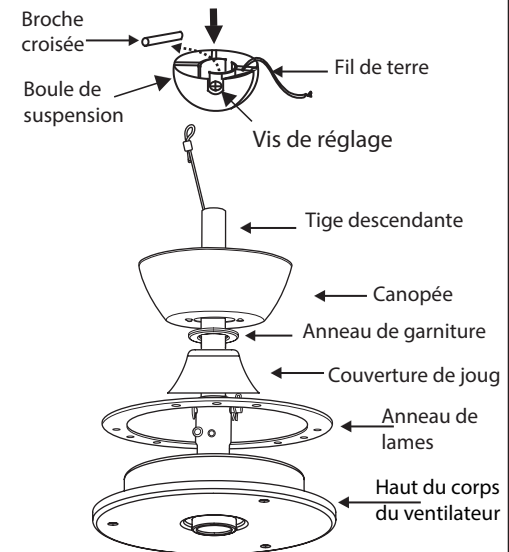

Fig. 3
- 6 Glissez l'anneau de lames, le couvercle de joug, la bague de garniture et la verrière sur la tige de descente. (Fig. 3)
- 8 Faites passer les fils dans les trous du capuchon anti-humidité à bille en caoutchouc et faites glisser le capuchon sur le dessus de la bille. (Fig. 3) Soulevez la bille / tige descendante / ventilateur dans l'ouverture du support de suspension.
- 1 Retirez la plaque murale existante et l'ancien interrupteur de la boîte de prise murale. (Fig. 3)
Un flux d'air VERS LE BAS crée un effet de refroidissement comme illustré à la Figure 3. Cela vous permet de régler votre climatiseur sur un réglage plus chaud sans affectant votre confort.